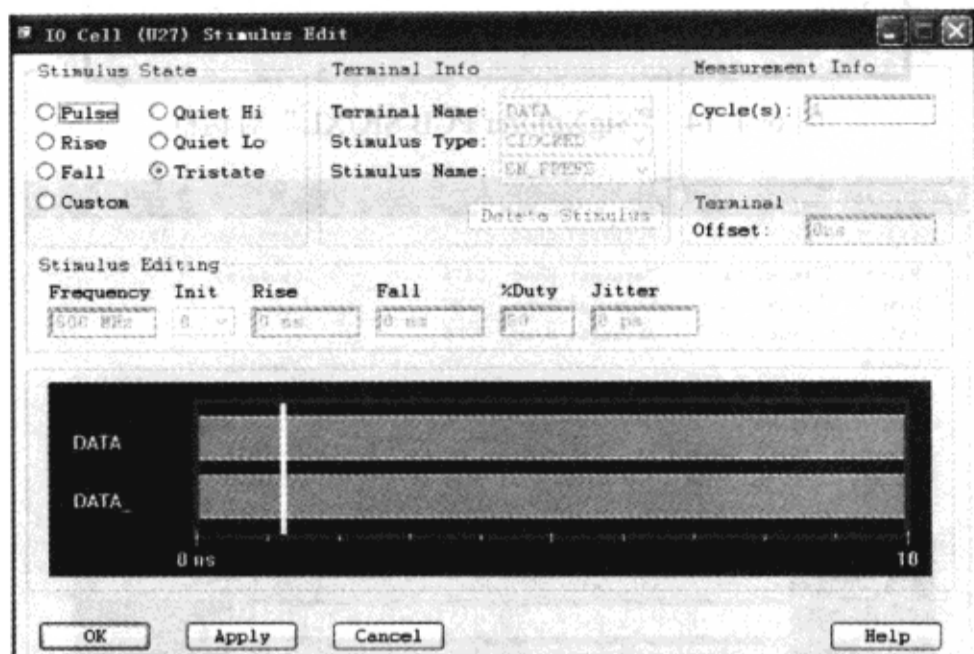

图 6-4-12 “IO Cell(U27) Stimulus Edit”对话框
(1) 单击差分驱动器 U27 上面的文本“TRISTATE”→弹出“IO Cell (U27) Stimulus Edit”对话框,如图 6-4-12 所示。